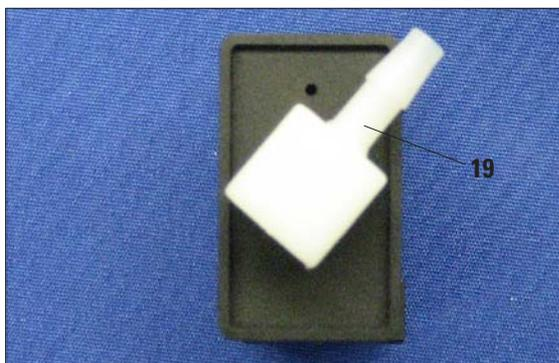

図 28
2 つの洗浄ステーションを隣接して置く場合には、左側ステーションのコネクター (19) の向きを図 28 のようにします。